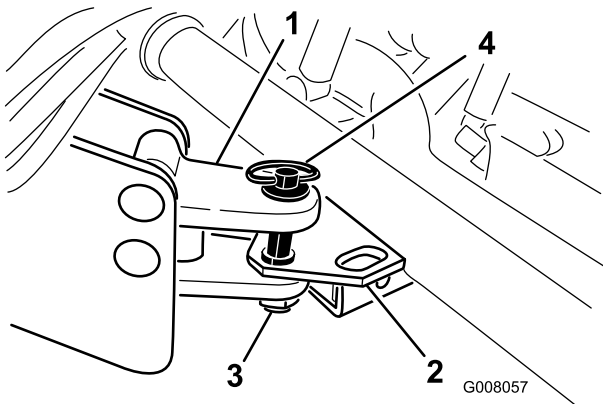

Figure 18
2. Réglez la flèche d'attelage du ProCore au même niveau que le dispositif d'attelage du véhicule (Figure 18).
3. Accouplez l'attelage du ProCore au dispositif d'attelage du véhicule à l'aide d'une goupille d'attelage et d'une goupille à anneau (Figure 18).